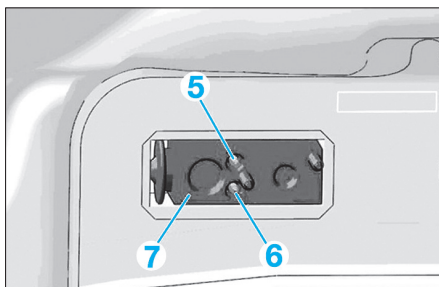

Fig. 35
- Déloger les tuyaux (3) perpendiculairement au détendeur de réfrigération, afin d'éviter toute déformation.
- le caoutchouc d'étanchéité et la platine (4),
- Déposer la vis (5) (Fig.35).